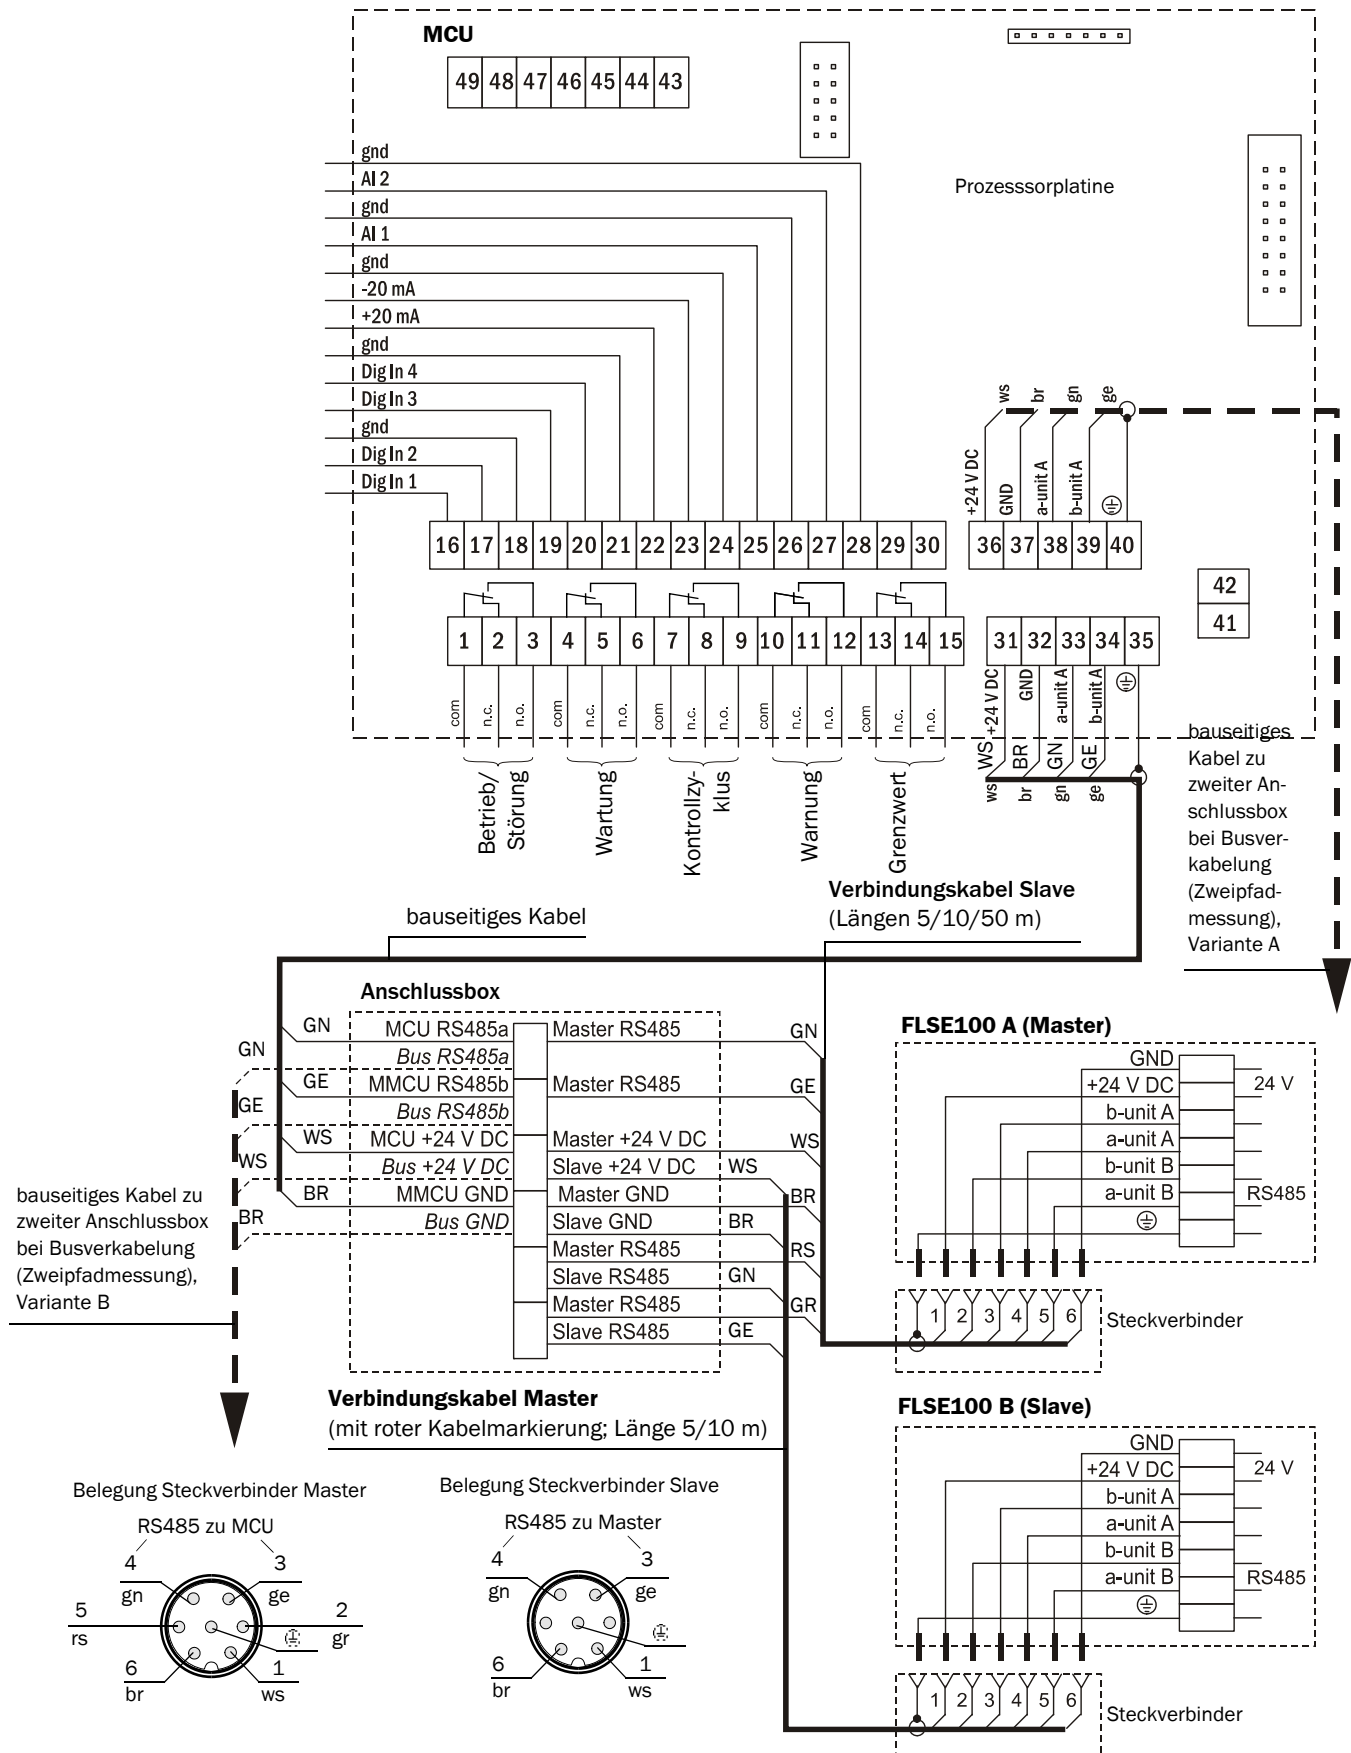

Abb. 3.14: Anschluss von Sende-/Empfängseinheiten, Anschlussbox und MCU in nicht Ex-geschützter Ausführung
- ⚡ Verbindungskabel Master und Verbindungskabel Slave an die entsprechende Sende/Empfangeinheit und an die Anschlussbox gemäß **Abb. 3.14** anschließen.
- ⚡ Bauseitiges Verbindungskabel gemäß **Abb. 3.14** an Anschlussbox und an MCU anschließen.